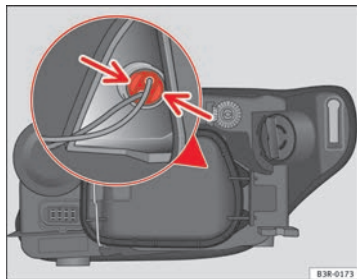

Fig. 213 Luz de posición (lado exterior vehículo)
- Presione ligeramente las pestañas del portalámparas ⇒ fig. 213 y tire hacia la tapa (también se puede extraer tirando de los cables del portalámparas).